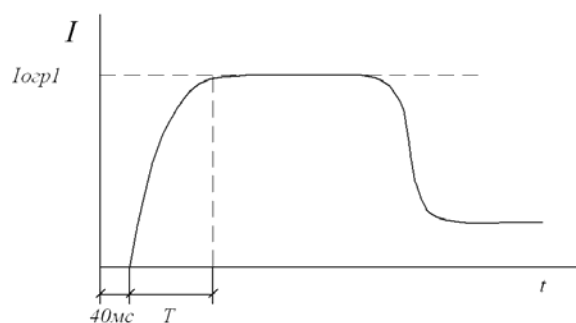

Рисунок 6 – Плавный пуск с ограничением тока
2.2.3 Плавный пуск с ограничением тока (рисунок 6)